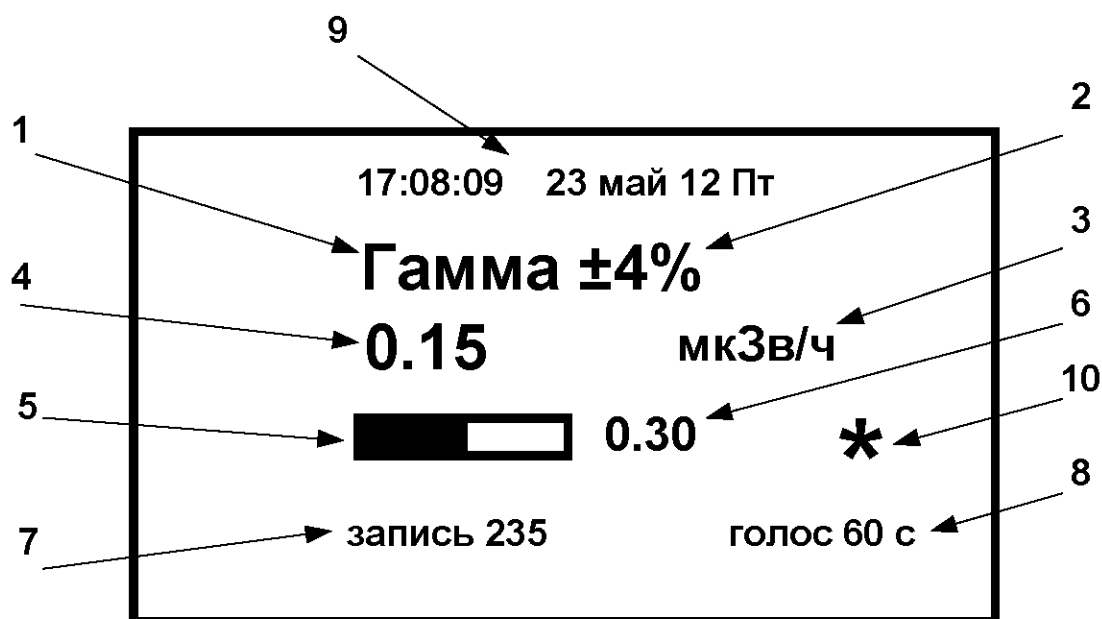

Рис. 2. Пример отображаемой на дисплее информации
1.4.2.1 Пример отображаемой на дисплее информации представлен на Рис. 2